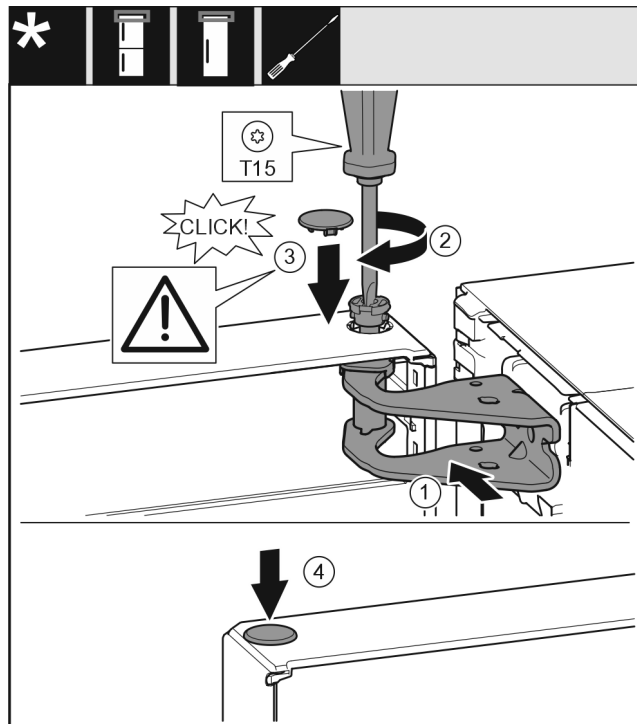

Fig. 53
- Poravnajte gornja vrata prema otvoru u podlošku ležaja Fig. 53 (1).
- Umetnite svornjak Fig. 53 (2) i pritegnite ga odvijačem.
- Postavite poklopac Fig. 53 (3).
- Provjerite da poklopac Fig. 53 (3) naliže na vrata.
- Postavite poklopac Fig. 53 (4).